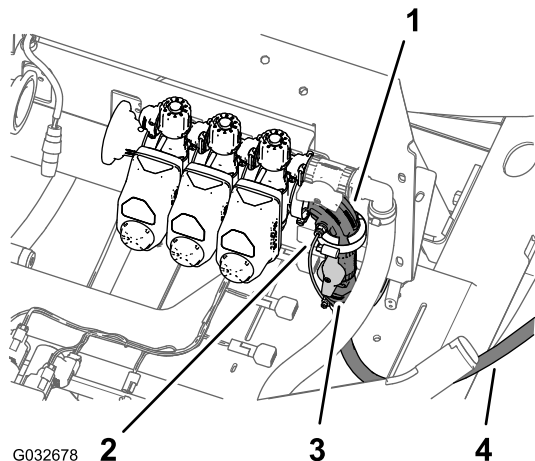
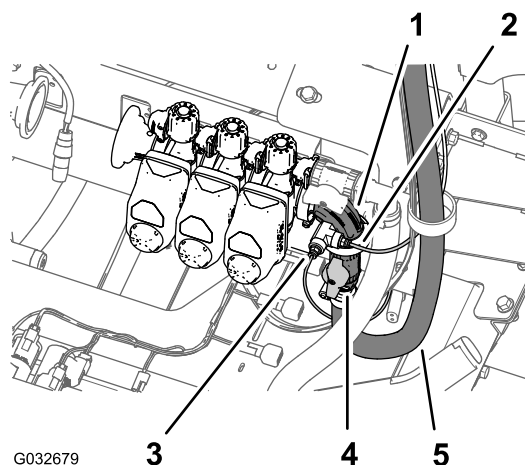

Рисунок 26
Рисунок 27
1. Нажмите на запорное кольцо соединительной муфты прямоугольного колена клапана правой секции стрелы (Рисунок 26 или Рисунок 27).
2. Вытяните трубку датчика давления для манометра на приборной панели из соединительной муфты (Рисунок 26 или Рисунок 27).